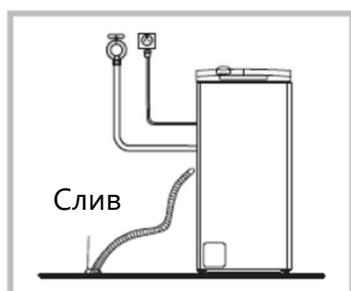
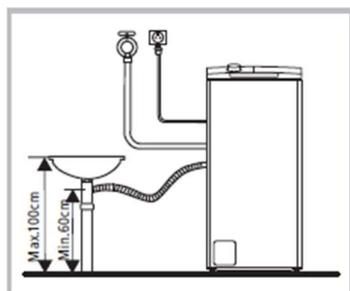

Рис.1
Рис.2
- Надежно подсоедините сливной шланг к сифону или к иному канализационному оттоку рис.1 и рис.2. Зафиксируйте слив перед использованием и убедитесь, что канализация не заблокирована